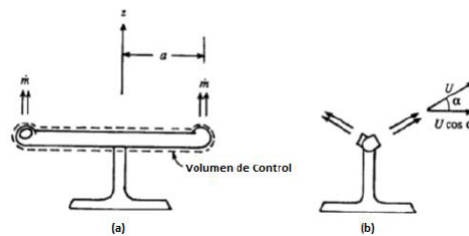

Figura 1: Regador
**P1.** Considere un aspersor como el de la Figura 1. La zona de la salida de la boquilla es A, y la velocidad del chorro de salida es U. Encuentre el Torque necesario para mantener inmóvil el rotor.